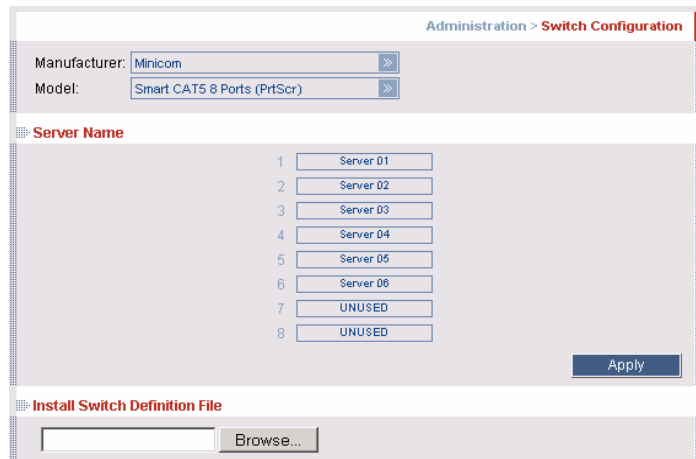

Figure 8 : Configuration du commutateur KVM
1. À partir du menu, cliquez sur **Switch Configuration**. La fenêtre de configuration du commutateur KVM apparaît, voir Figure 8.